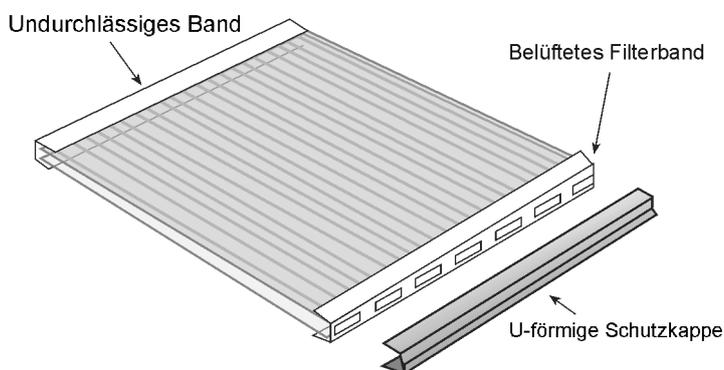

Abbildung 17c. Installation des undurchlässigen Bands an der Oberseite der Platte und Installation des belüfteten Bands an der Unterseite der Platte
- F.** Achten Sie darauf, die richtige Art des Dichtbands gemäß den benutzten Anwendungen zu benutzen und darauf, dass die vorbereiteten Platten korrekt eingebaut werden. **Zur Beachtung:** Im Falle von gekrümmten Installationen, bei denen sich beide offenen Enden unten befinden – kleben Sie das belüftete Band auf beide Enden. Achten Sie darauf, die Dichtbänder an beiden Enden vor mechanischen Schäden zu schützen, indem Sie die Kanten in Aluminium-Profile einsetzen oder sie mit U-förmigen Polycarbonat-Profilen abdecken (Abbildung 17c).